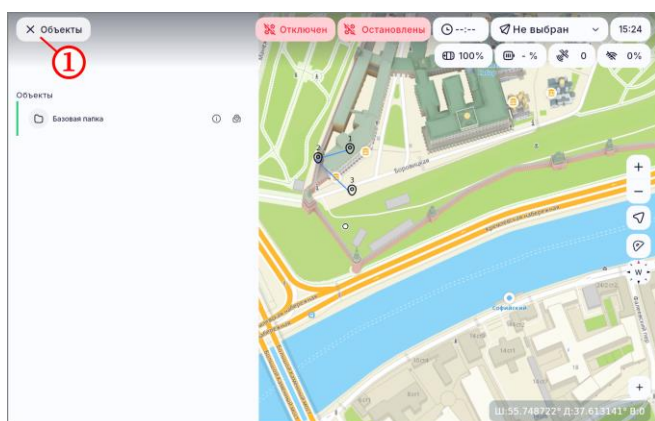

Рисунок 83
- закрыть меню управления объектами по нажатию кнопки  (рисунок 83, шаг 1);